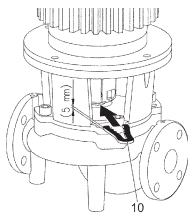

Fig. 13: Установка монтажной вилки
10. Вставить монтажную вилку (Fig. 13, поз. 10) между фонарем и муфтой. Монтажная вилка должна располагаться без зазора.
13. Вставить монтажную вилку (Fig. 13, поз. 10) между фонарем и муфтой. Монтажная вилка должна располагаться без зазора.